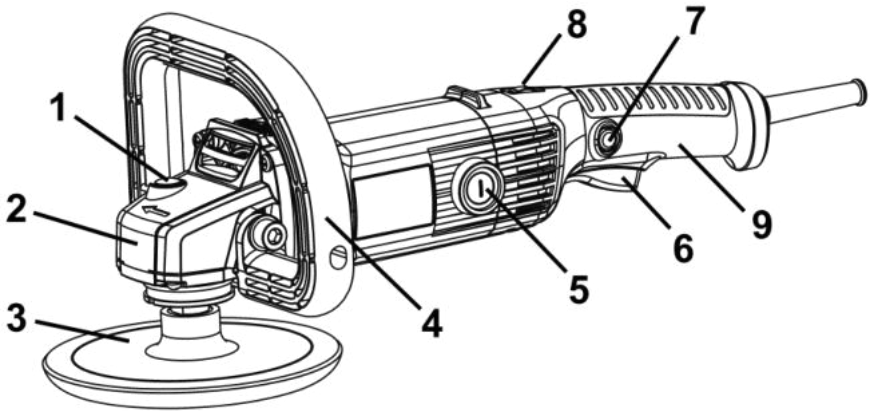

Рисунок 1
2.2.1 Конструкція виробу складається з одноступеневого редуктора з конічними шестернями в металевому корпусі (2), який приєднаний до пластикового корпусу з колекторним двигуном змінного 1-фазного струму, основною рукояткою (9), перемикачем (6), кнопкою фіксації (7), регулятором швидкості (8), мережевим шнуром живлення згідно з рис.1. Вихідний вал редуктора розташований перпендикулярно осі двигуна і є робочим шпинделем для приєднання змінних насадок (3) накрученими на шпиндель М14. На металевому корпусі (2) виконані нарізні монтажні отвори для встановлення передньої рукоятки. Для фіксації шпинделя під час зміни дисків (3) в корпусі редуктора (2) передбачений кнопковий фіксатор (1). Електрична частина виробу складається з колекторного однофазного електродвигуна змінного струму, вимикача електроструму, регулятора швидкості, з'єднувальних проводів і мережевого шнура. Захист від ураження електричним струмом користувача у виробу відповідає класу II за ДСТУ EN 61140:2015.